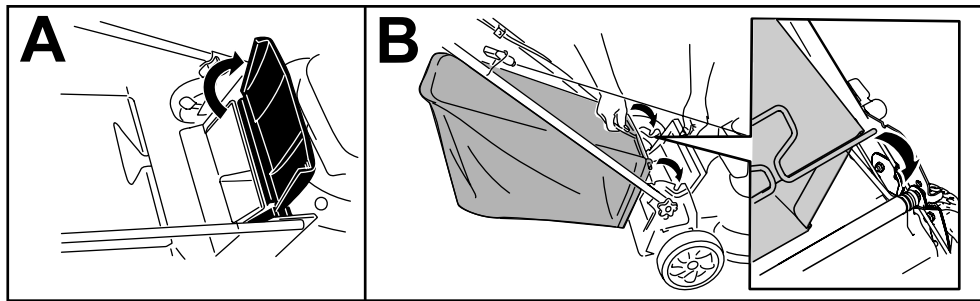

Figure 17
1. Soulevez le déflecteur arrière et maintenez-le dans cette position (encadré A de la Figure 17).
2. Montez le bac à herbe en veillant à placer les ergots dans les crans du guidon (encadré B de la Figure 17).